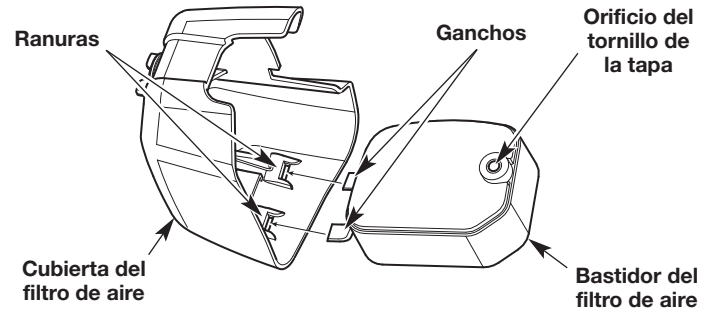

Fig. 10
7. Vuelva a ponerle la tapa al filtro de aire. Inserte los ganchos de la caja del filtro de aire en las ranuras de la tapa del filtro (Fig. 10).
8. Gire la tapa del filtro de aire a la derecha y alinee el tornillo de la tapa con el orificio correspondiente (Fig. 10). Apriete el tornillo para asegurar la tapa del filtro de aire.